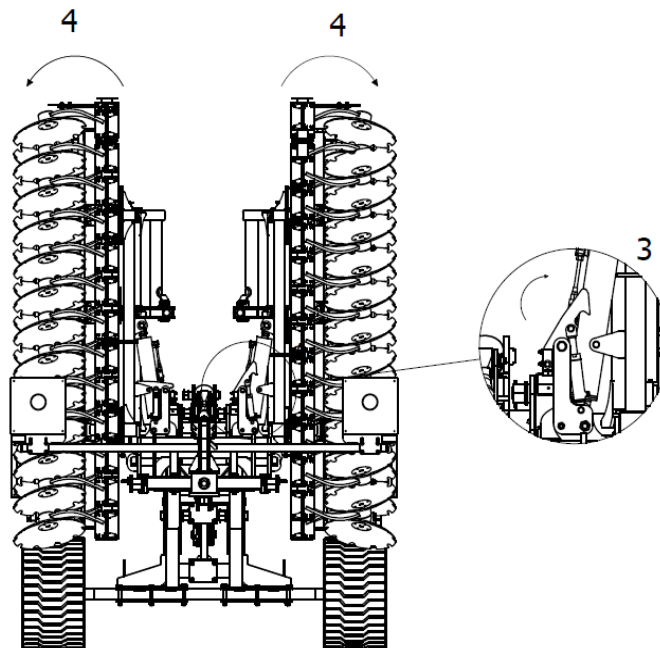

Abb. 6 Reihenfolge der Öffnung der Maschine: 3 - den Haken der hydraulischen Flügelverriegelung lösen, 4 - die Flügel der Maschine öffnen.
3. Nachdem Sie sich vergewissert haben, dass der Haken der hydraulischen Flügelverriegelung die Entriegelung der Maschinenflügel ermöglicht, können Sie diese vollständig öffnen (Abb. 6).